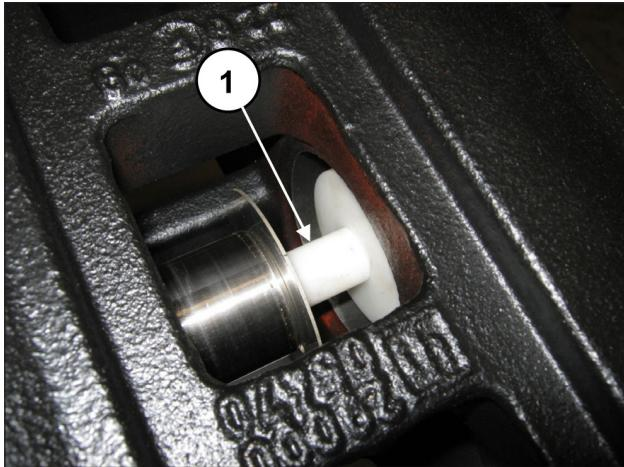

Fig. 170
Insérer l'outil tampon réf. 27632500 entre le guide du piston et le piston (rep. ①, Fig. 170).